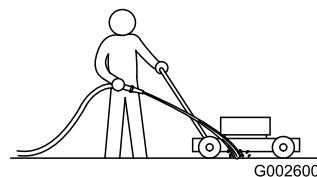

Figura 35
3. Con el motor en marcha y la cuchilla engranada, dirija un chorro de agua por delante de la rueda trasera **derecha** (Figura 35).